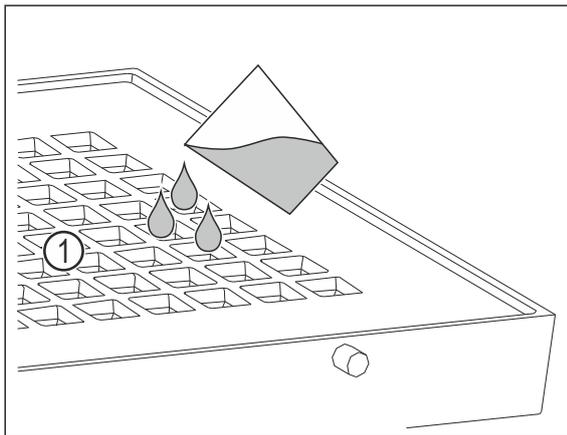

Fig. 96
- ▶ Maximal 400 ml Wasser über die Löcher Fig. 96 (1) in der Abdeckung einfüllen.